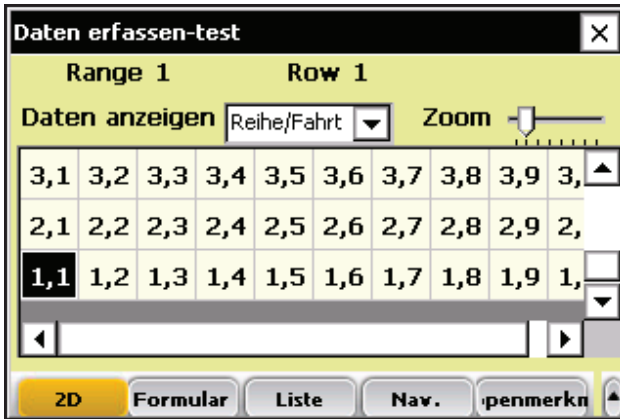

Abbildung 6-3: Auf dem Datenerfassungsbildschirm “2D” ist Fahrt 1, Reihe 1 ausgewählt.
8. Wählen Sie die Startparzelle aus, indem Sie auf die Zelle tippen. In Abbildung 6-3 ist die ausgewählte Zelle Fahrt 1, Reihe 1. Wenn Sie auf die Startparzelle tippen, zeigt der Bildschirm die aktuelle Position der Erntemaschine auf dem Feld sowie die Parzellen an, die bereits abgeerntet wurden.